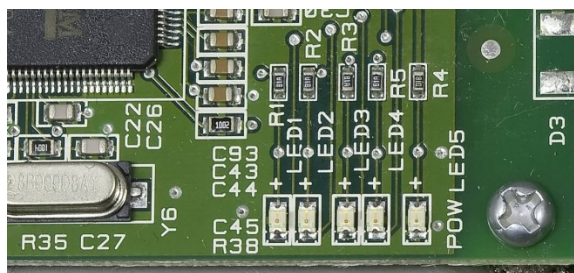

Figura 3-31: Ubicación de las LED de datos (arriba) y detalle (abajo) del ACM500
6. Supervise las LED en la tarjeta principal del ACM500 como se muestra en la Figura 3-31. Si el ACM500 está conectado correctamente y la IND560x está programada correctamente, las LED destellarán.